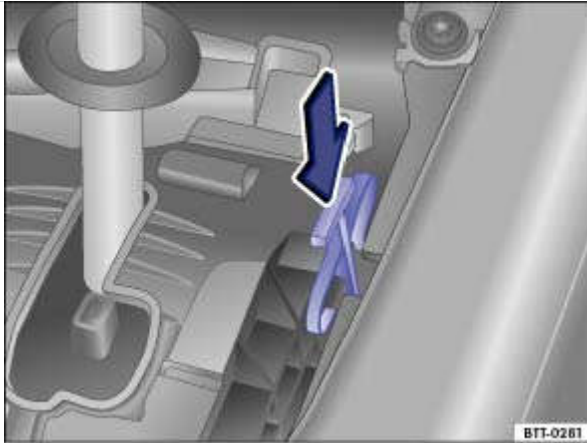

Fig. 256 Grille de guidage : déverrouillage d'urgence du blocage du levier sélecteur
- À l'aide de la lame plate du tournevis compris dans l'outillage de bord, poussez avec précaution le levier de déverrouillage dans le sens de la flèche → Fig. 256 et maintenez-le dans cette position.